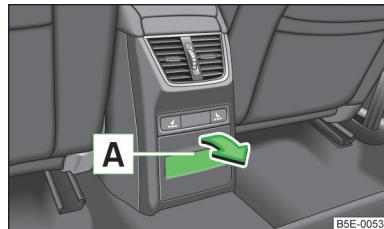

Fig. 75
► Tire de la parte superior de la cavidad **A** » fig. 75 y abra el compartimento en el sentido de la flecha.